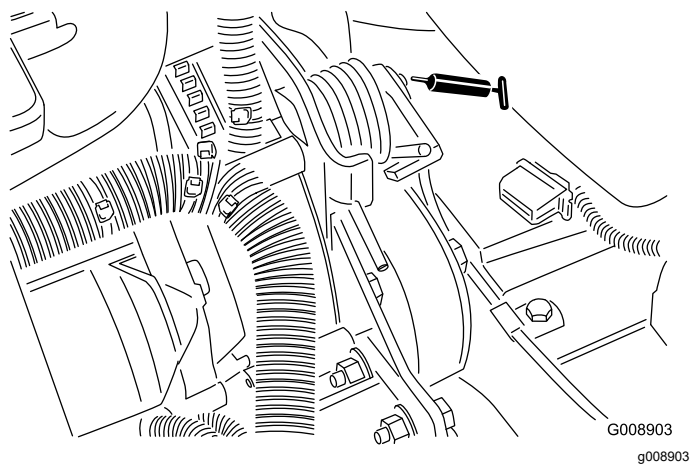

Figure 42
- Pivot de tension de courroie (Figure 42)